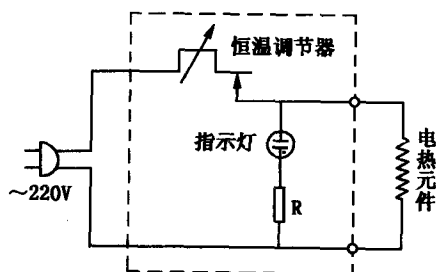

图 1-6 电炒锅电路
(2) 在电炒锅中作氖灯的限流电阻。图 1-6 所示的电炒锅电路，其控制面板上的指示灯为一氖灯。氖灯需串联一个几百千欧的电阻 R ，限制工作电流在 1mA 以下，才能正常发光，并延长其使用寿命。